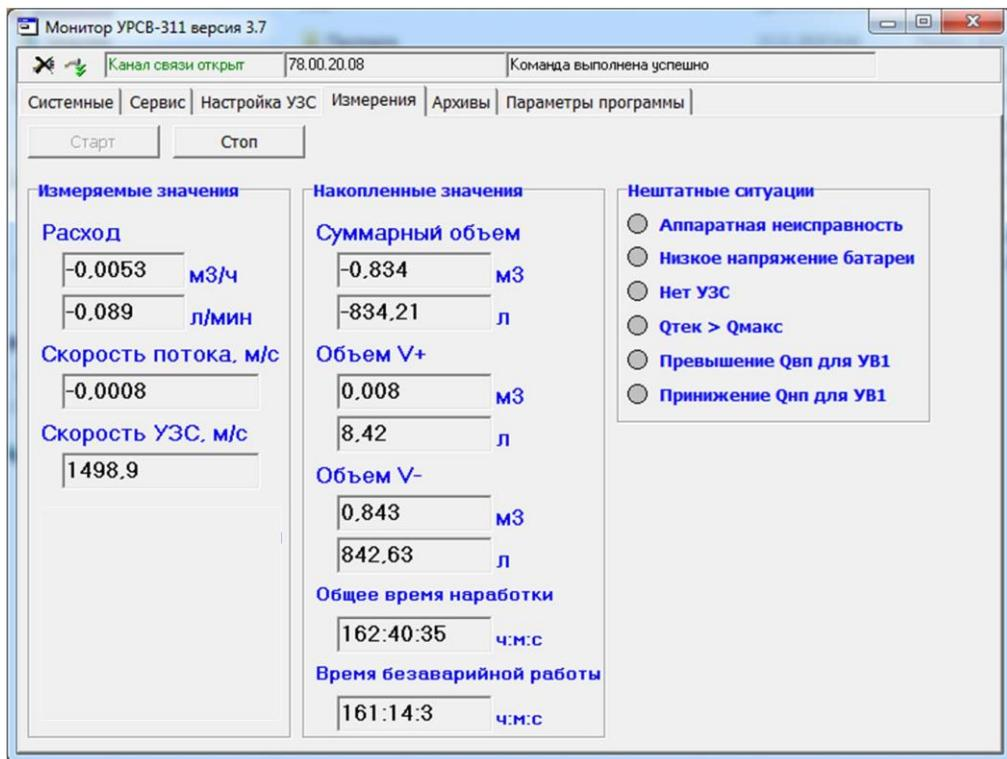

Рис.11. Вид вкладки «Измерения».
- 4.1.4. На вкладке **Измерения** (рис.11) после нажатия на кнопку <Старт> возможен просмотр текущих значений измеряемых параметров.